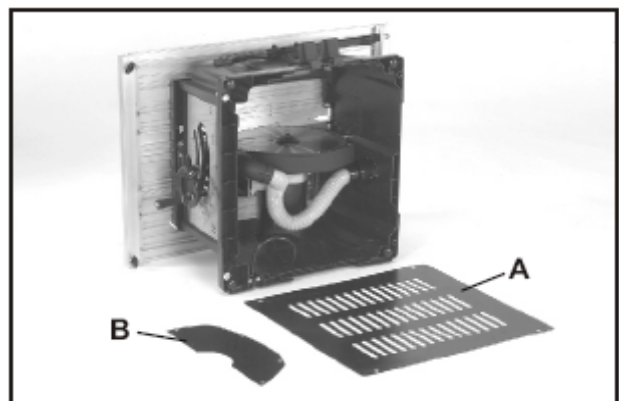

Fig 19.
2. Nehmen Sie die Basisplatte (A) und die Abdeckung des Sägeblatts (B), Abb. 19, ab.
6. Bringen Sie die Basisplatte (A), Abb. 19 wieder an.